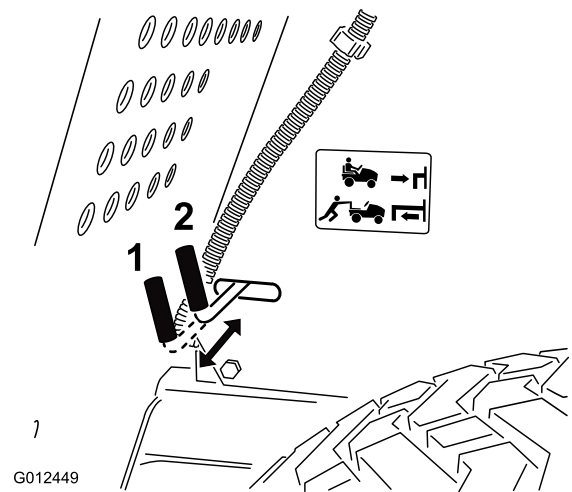

Figura 13
7. Tire hacia fuera del control de tracción, situado detrás de la rueda trasera derecha, a la posición de Empujar (Figura 13).
2. Empuje el control de tracción a la posición Funcionamiento (Figura 13) para engranar el sistema de tracción.